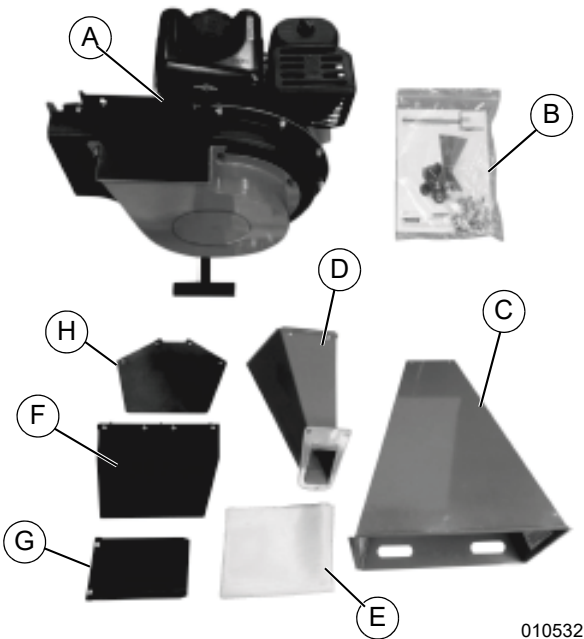

Figure 2-2. Contenu de l'emballage
- 1. Voir **Figure 2-2**, **Figure 2-3**. Sortir et vérifier le contenu de l'emballage avant l'assemblage.